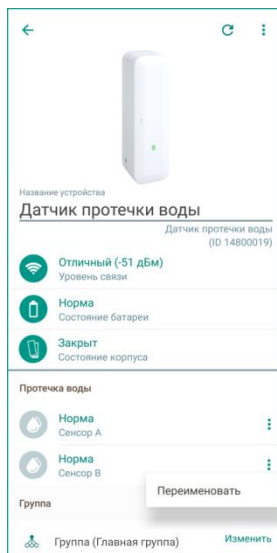

Рисунок 12.3 – Меню сенсора
- Нажмите на кнопку вызова меню, расположенную в правой части строки с названием внутреннего датчика, и выберите пункт *Переименовать* (см. рисунок 12.3).